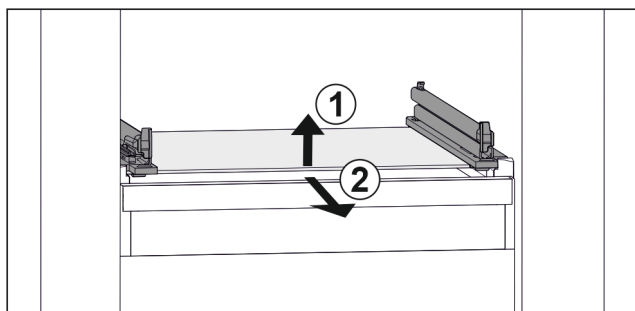

Fig. 108 Representación de la placa de vidrio a modo de ejemplo
- Levante la placa de vidrio por delante. Fig. 108 (1)
- Retire la placa de vidrio hacia adelante. Fig. 108 (2)